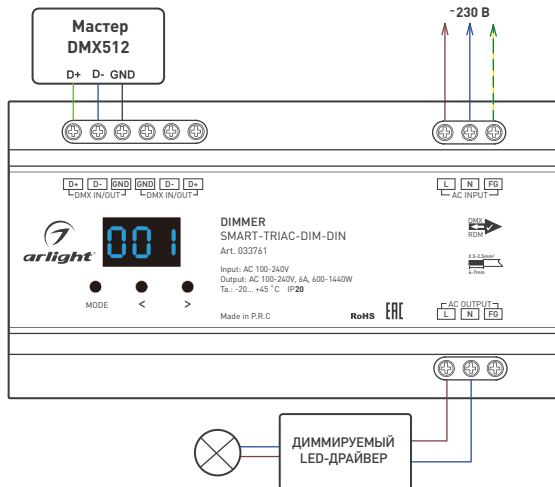

Рисунок 1. Схема подключения диммер SMART-D17-DIM в режиме DMX512
3.2. Подключите диммер согласно схеме (рисунок 1).